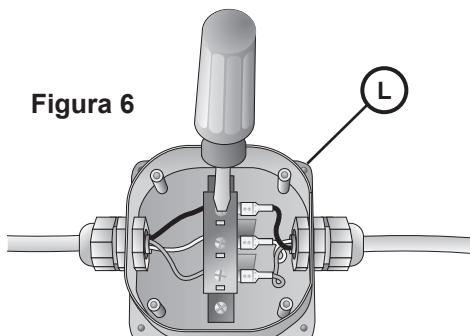

Figura 6
La caja de empalme del suministro eléctrico de la lavadora de platos y el receptáculo exclusivo deben estar montados en un gabinete accesible adyacente a la lavadora de platos (no monte la caja de empalme ni el receptáculo detrás de la lavadora de platos). Necesitará una abertura de 4³/₄ pulg. x 2³/₈ pulg. (120 x 60 mm) a través del gabinete para pasar la caja de empalme (Figura 6). Si la abertura se realiza atravesando madera, lijela hasta que quede lisa. Si la abertura se realiza atravesando metal, use la arandela protectora incluida u otro método aprobado para proteger el cableado contra daños. Use los cuatro tornillos incluidos (o el sujetador adecuado) en la bolsa de piezas para montar firmemente la caja de empalme, a fin de que se pueda tener acceso a ella fácilmente (Figura 5). El suministro eléctrico puede conectarse de dos maneras:
1. Retire la cubierta de la caja de empalme del suministro eléctrico de la lavadora de platos y conéctela al cable de alimentación eléctrica de la instalación de la vivienda. (consulte la **Figura 6**).
3. Introduzca el alambre desnudo de cobre o verde (de conexión a tierra) a la conexión a tierra "G" del bloque de terminales y apriete firmemente el tornillo del bloque de terminales (consulte la **Figura 6**).